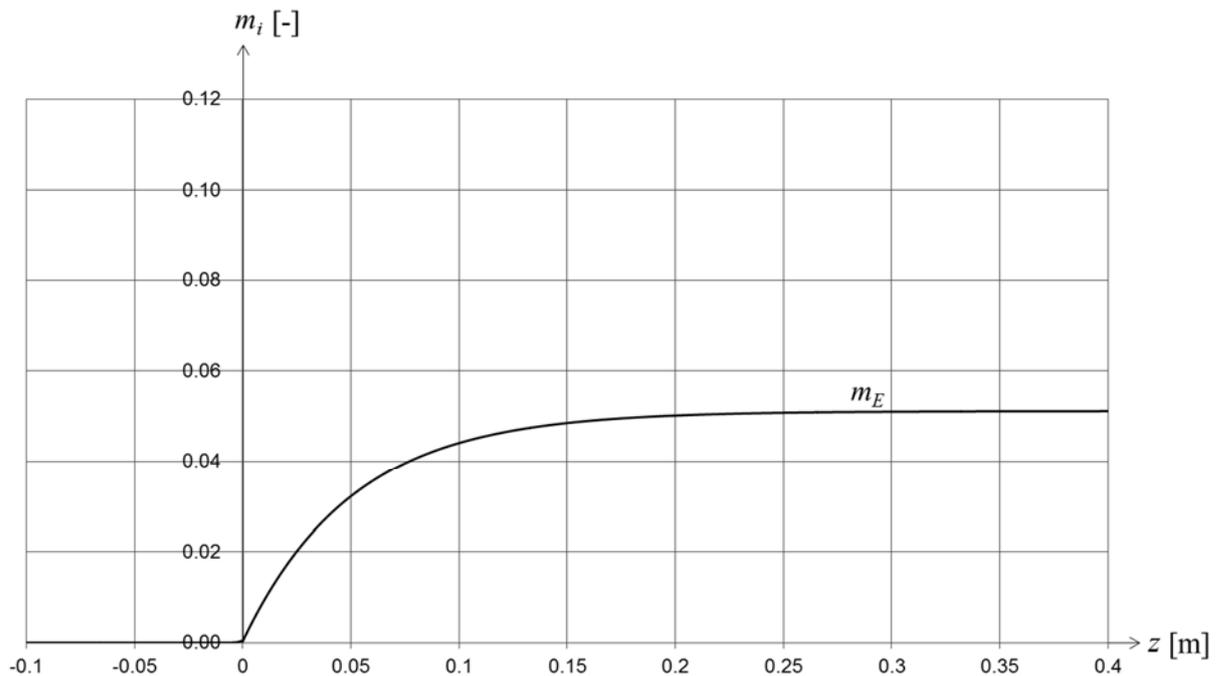

図 1-3 エタノール濃度 (質量分率) の分布
(2) 解答用紙裏面の記述欄 1 に図 1-3 のようなエタノール濃度分布 $m_E(z)$ のグラフが印刷されているので、同じ図上にグルコース濃度分布 $m_G(z)$ のグラフの概略を描きなさい。